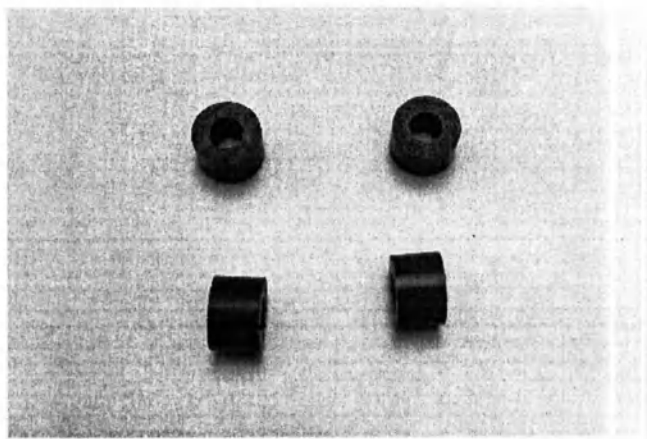
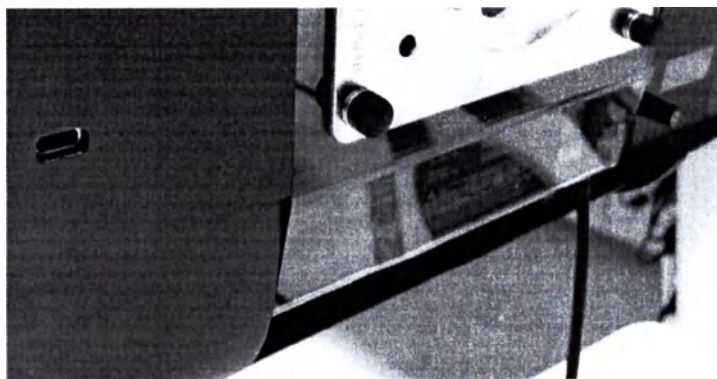

Рисунок 9. Распорные втулки
Рисунок 10. Правильный монтаж Optiplex
3. Достаньте 4 распорные втулки из пакета с монтажным материалом (Рисунок 9) и поместите их между компьютером и крышкой Optiplex. Убедитесь, что изгиб Optiplex находится на одном уровне с ПК (Рисунок 10).